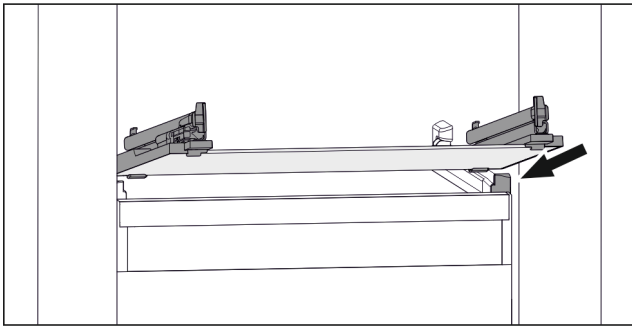

Fig. 46 Примерно изображение на стъклената плоча
- ▶ Поставете стъклената плоча под ъгъл зад ограничителите. (виж Fig. 46)